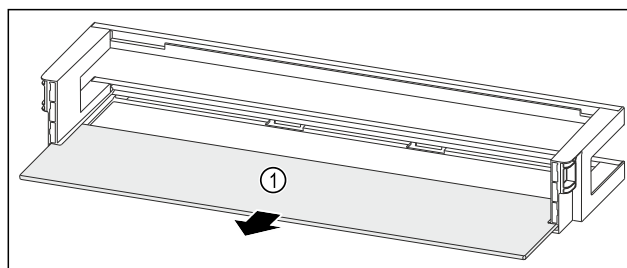

Fig. 147 Ajtópolc tárolólappal
- Vegye ki a tárolólapot Fig. 147 (1).